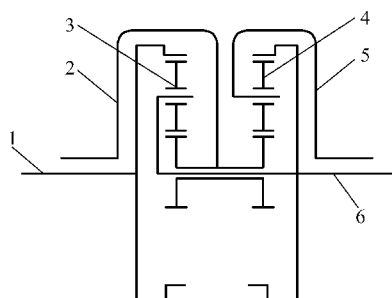

图 1-12 辛普森式行星轮机构
(1) 辛普森式行星轮机构 图 1-12 所示为辛普森式行星轮机构，其特点是前、后两个行星排的太阳轮连为一体，称为共用太阳轮；前排的行星架和后排的内齿圈连接为一体，称为前行星架/后内齿圈组件，常作为动力输出端。该行星轮机构共有 4 个独立元件，分别是：共用太阳轮、前内齿圈、前行星架/后内齿圈组件和后行星架。